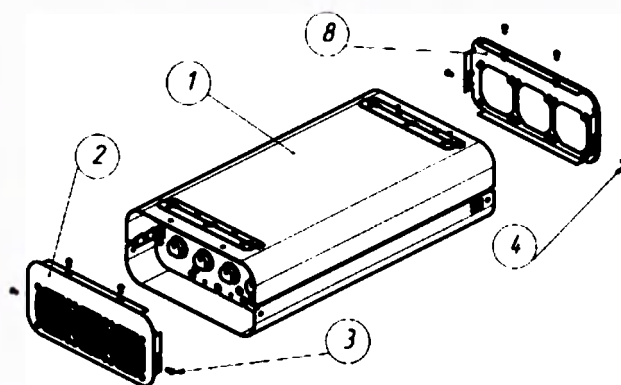

Рисунок 7
-Для предотвращения возникновения царапин и вмятин на корпусе положить прибор на подготовленную ровную, мягкую поверхность, как показано на рис.7.
-Вывернуть 8 винтов М4х10 (рис.7, поз.4) и отделить от корпуса (рис.7, поз.1) верхнюю (рис.7, поз.8) и нижнюю панели (рис.7, поз.3).